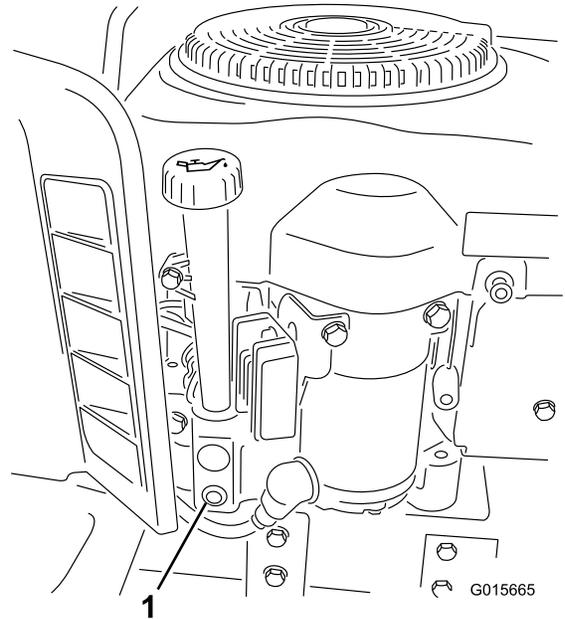

Bild 18
6. Stellen Sie eine Auffangwanne unter die Ölablassschraube und öffnen Sie die Ablassschraube, indem Sie die Endmutter nach links drehen (Bild 18).
9. Gießen Sie ca. 80 % der angegebenen Ölmenge langsam in den Einfüllstutzen (Bild 18). Prüfen Sie den Ölstand; siehe Schritt 4 unter Prüfen des Ölstands“.